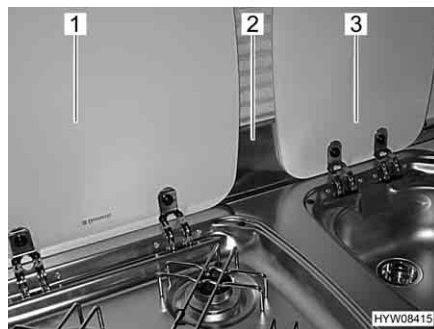

Fig. 118 Lastra proteggifiamma e coperture
Prima della cottura, agganciare la lastra proteggifiamma (Fig. 118,2) al telaio della finestra. La lastra proteggifiamma copre così l'area tra le coperture del lavandino (Fig. 118,3) e il fornello a gas (Fig. 118,1).
- Agganciare la lastra proteggifiamma (Fig. 118,2).
- Aprire la copertura del fornello a gas (Fig. 118,1).